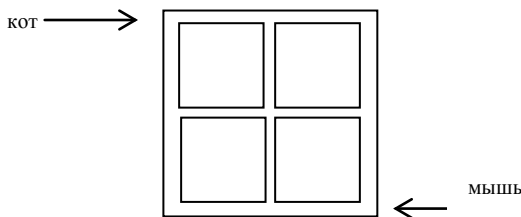

Рис. 1
7. Коты должны ловить мышей, а мыши прятаться от котов - так уж заведено на белом свете. И, разумеется, каждая из сторон не желает быть в проигрыше. Предположим, что в какой-то момент кот и мышь попадают одновременно в лабиринт (см. рис. 1). Лабиринт разбит на ряд участков. Кот и мышь передвигаются с одинаковой скоростью. Они могут перемещаться прямо и заворачивать за угол, но возвращаться по только что пройденному пути им запрещено. Если, пройдя три участка, мышь не встретила с котом, то она выиграла. В противном случае она проиграла. Кот и мышь не располагают информацией о движении друг друга. Как должны вести себя кот и мышь, чтобы оказаться в выигрыше. Решите игру.